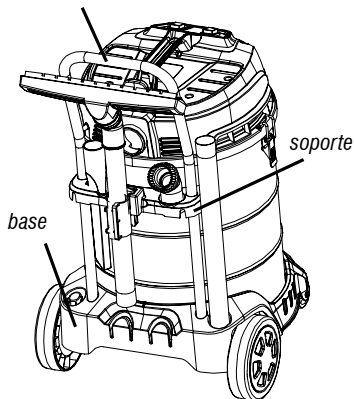

Fig. 5 – Fijación del asa de transporte
- Coloque el asa de transporte en el soporte hasta que toque la base (Fig. 5). Para quitar la correa de transporte, presione el pasador de bloqueo y tire de la correa de transporte.